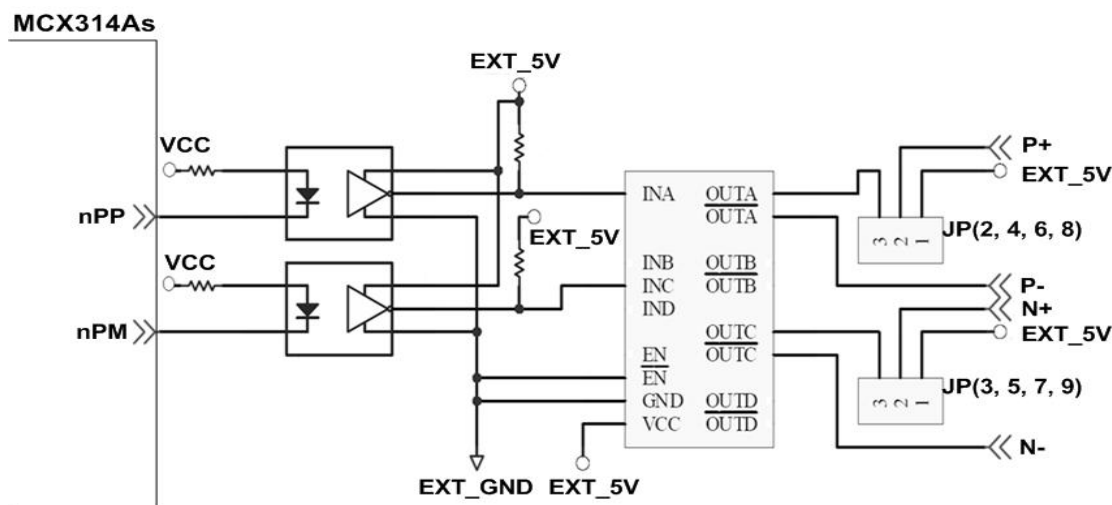

Fig. 2.10 脈波信號接線範例
**注意：** 開集極輸出 (Open Collector)，P+ (N+)和 EXT\_5V 短路，可供外部使用 (參考 Fig 2.10)。